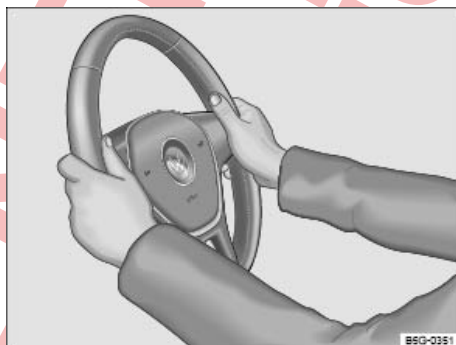

Fig. 88 En el volante: posición equivalente a las 9 y las 3 horas.
- Ajuste el volante de forma que pueda sujetarlo con las dos manos por los lados, por su parte exterior, en la posición equivalente a las 9 y las 3 horas ⇒ fig. 88 con los brazos ligeramente flexionados ⇒ ▲.
- Con el fin de reducir el peligro de sufrir lesiones en caso de que se dispare el airbag frontal del conductor, durante la conducción sujete siempre el volante por los lados, por su parte exterior, con las dos manos en la posición equivalente a las 9 y las 3 horas ⇒ fig. 88.